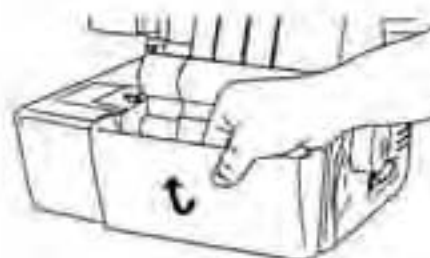

Fig. 8
- Pour retirer à nouveau le récipient à déchets, tirez-le vers l'avant en le faisant légèrement basculer (Fig. 8).